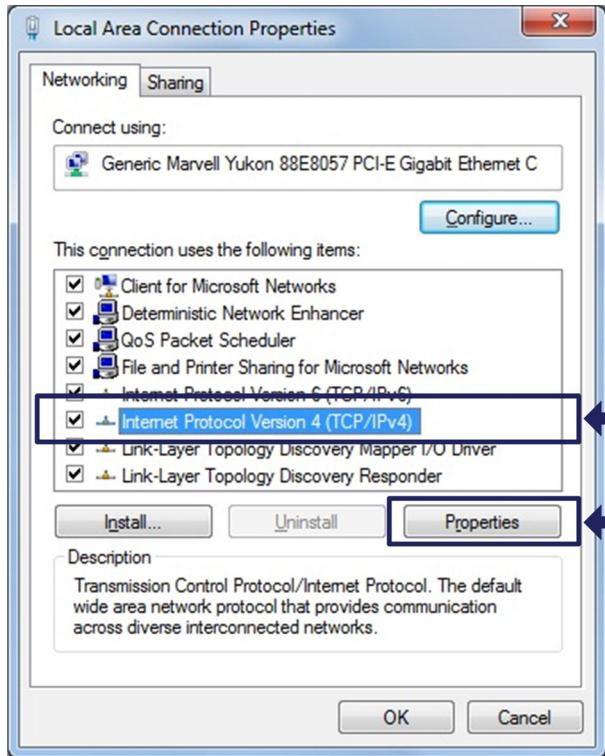

图3.8 TCP/IPv4
▶ 选择因特网协议 (TCP/IP) 并点击 属性按钮 (图3.8) 。